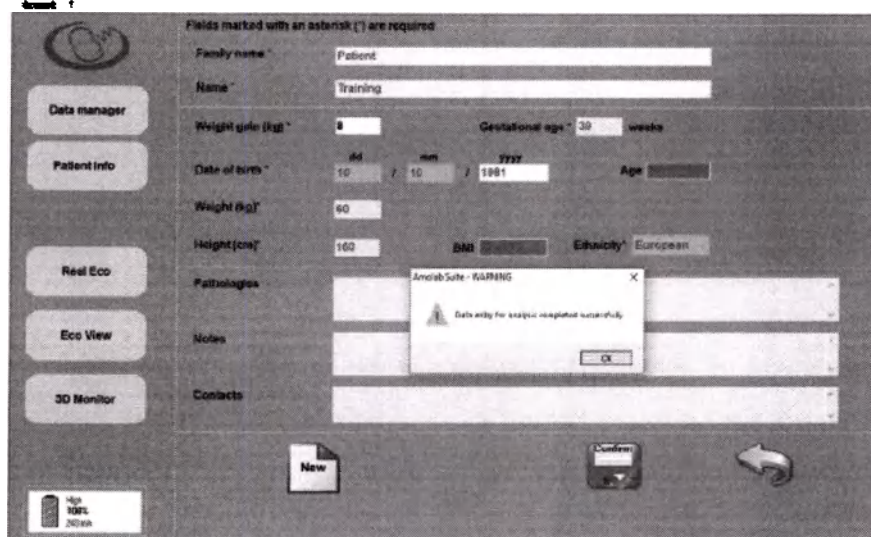

Рисунок 50. Окно оповещения «Ввод данных для анализа завершен успешно» («Data entry for analysis completed successfully»).
2.4. В конце ввода данных окно оповещения «Ввод данных для анализа завершен успешно» («Data entry for analysis completed successfully») сообщит о том, что данные были введены правильно (рис. 50):